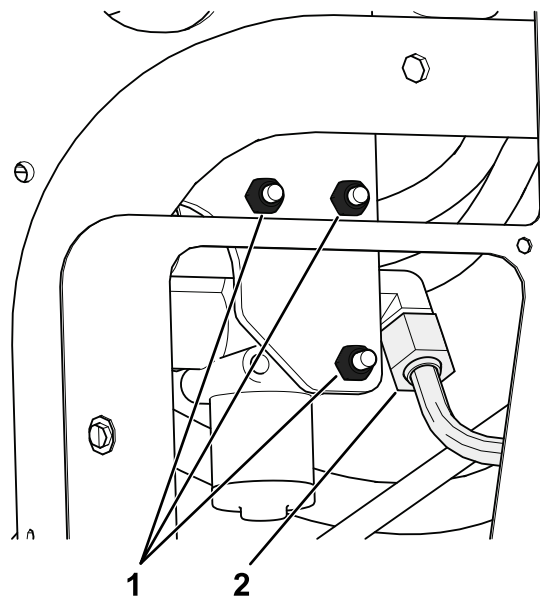

図 5
- A. 既存のリフトバルブをフレームに固定している3つのボルトとナットを取り外し、フレームから分離して、図 5に示すように、T字継手 (340-94) を取り外せるようにする。